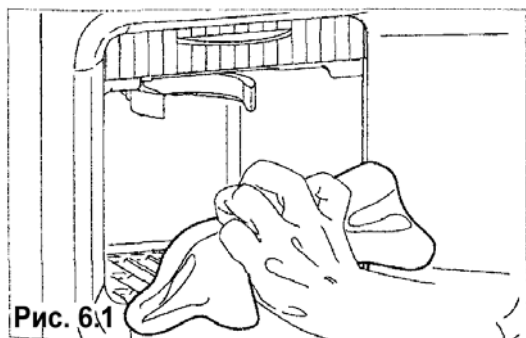
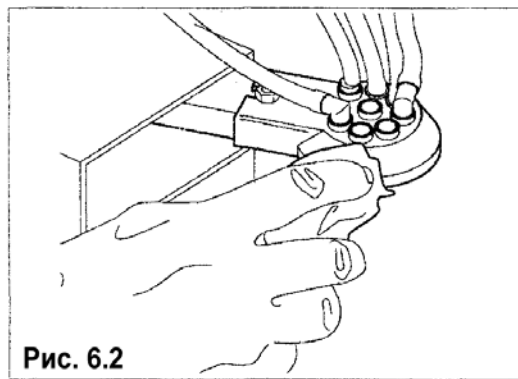

Рис. 6.1
Рис. 6.2
- очистите все видимые части в области выдачи (рис. 6.1 и рис. 6.2)